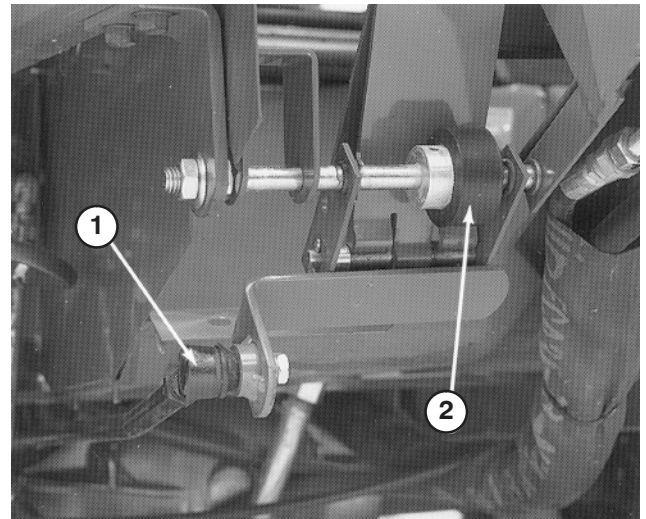

Bild 59
4. Stellen Sie die Schaltstange (Bild 59) ein, bis der Abstand zwischen der Oberkante der Anschlagsschraube des Fahrpedals und des Pedals 3 mm beträgt. Ziehen Sie die Sicherungsmuttern fest.
1. Lösen Sie die zwei Muttern, mit denen die Fahrpedalwelle rechts am Pedal befestigt ist (Bild 59).